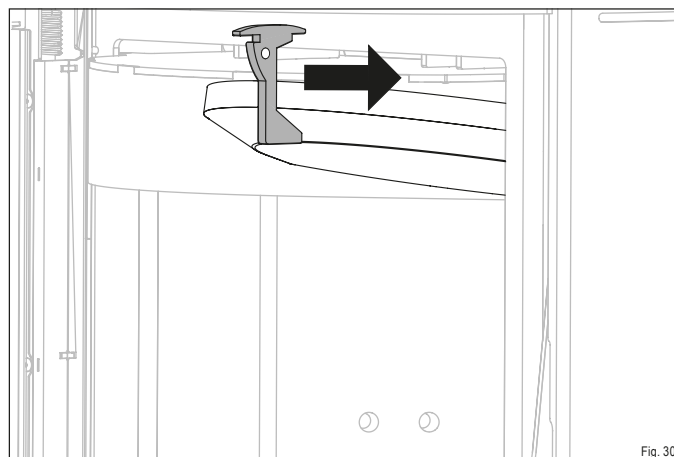

Fig. 30
- ▶ Faites glisser le support de la pierre thermique vers l'avant (Fig. 30).